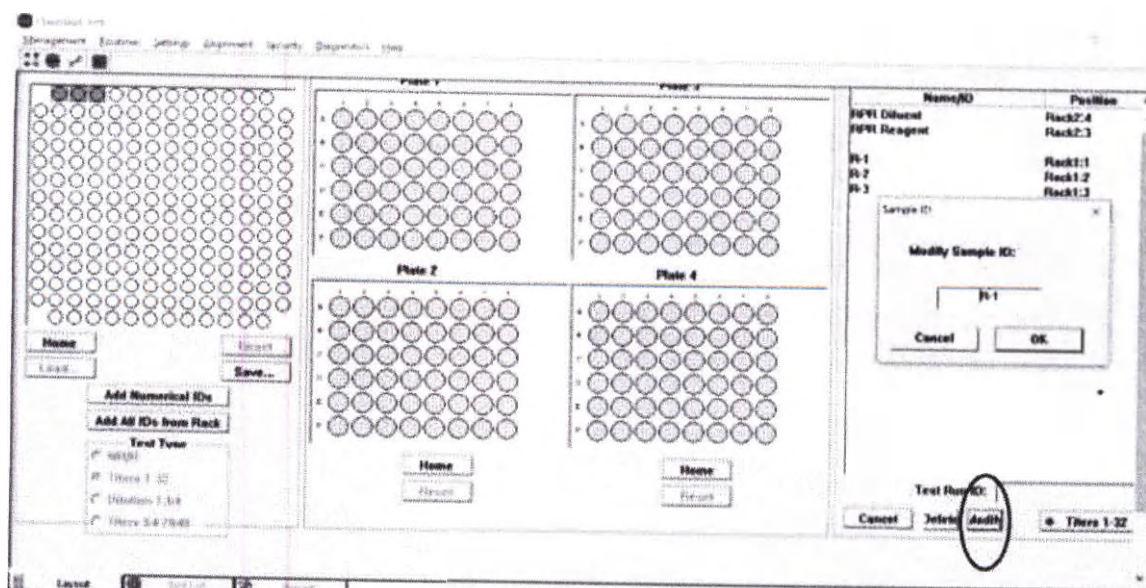

Рисунок 46. Расположение кнопки для изменения наименований пробы.
- 5) При желании, можно сменить наименовании пробы выбрав ее в рабочем списке и нажав кнопку «Modify» (Изменить) (Рисунок 46).